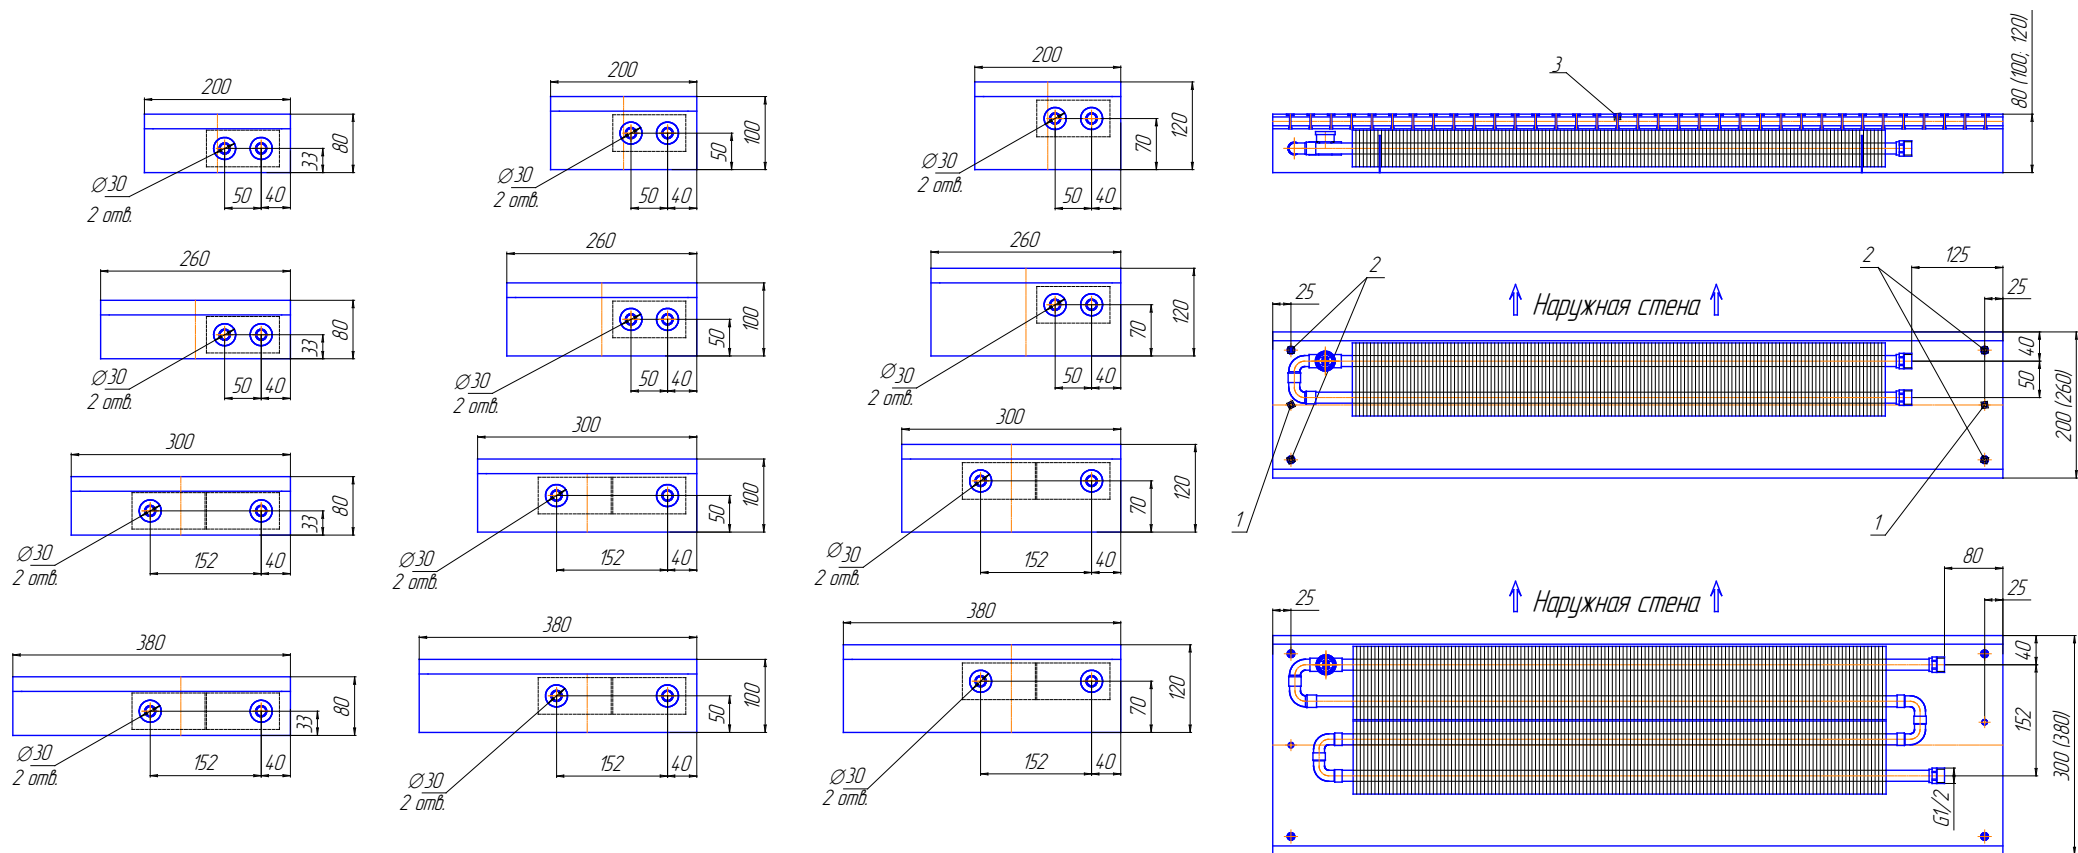
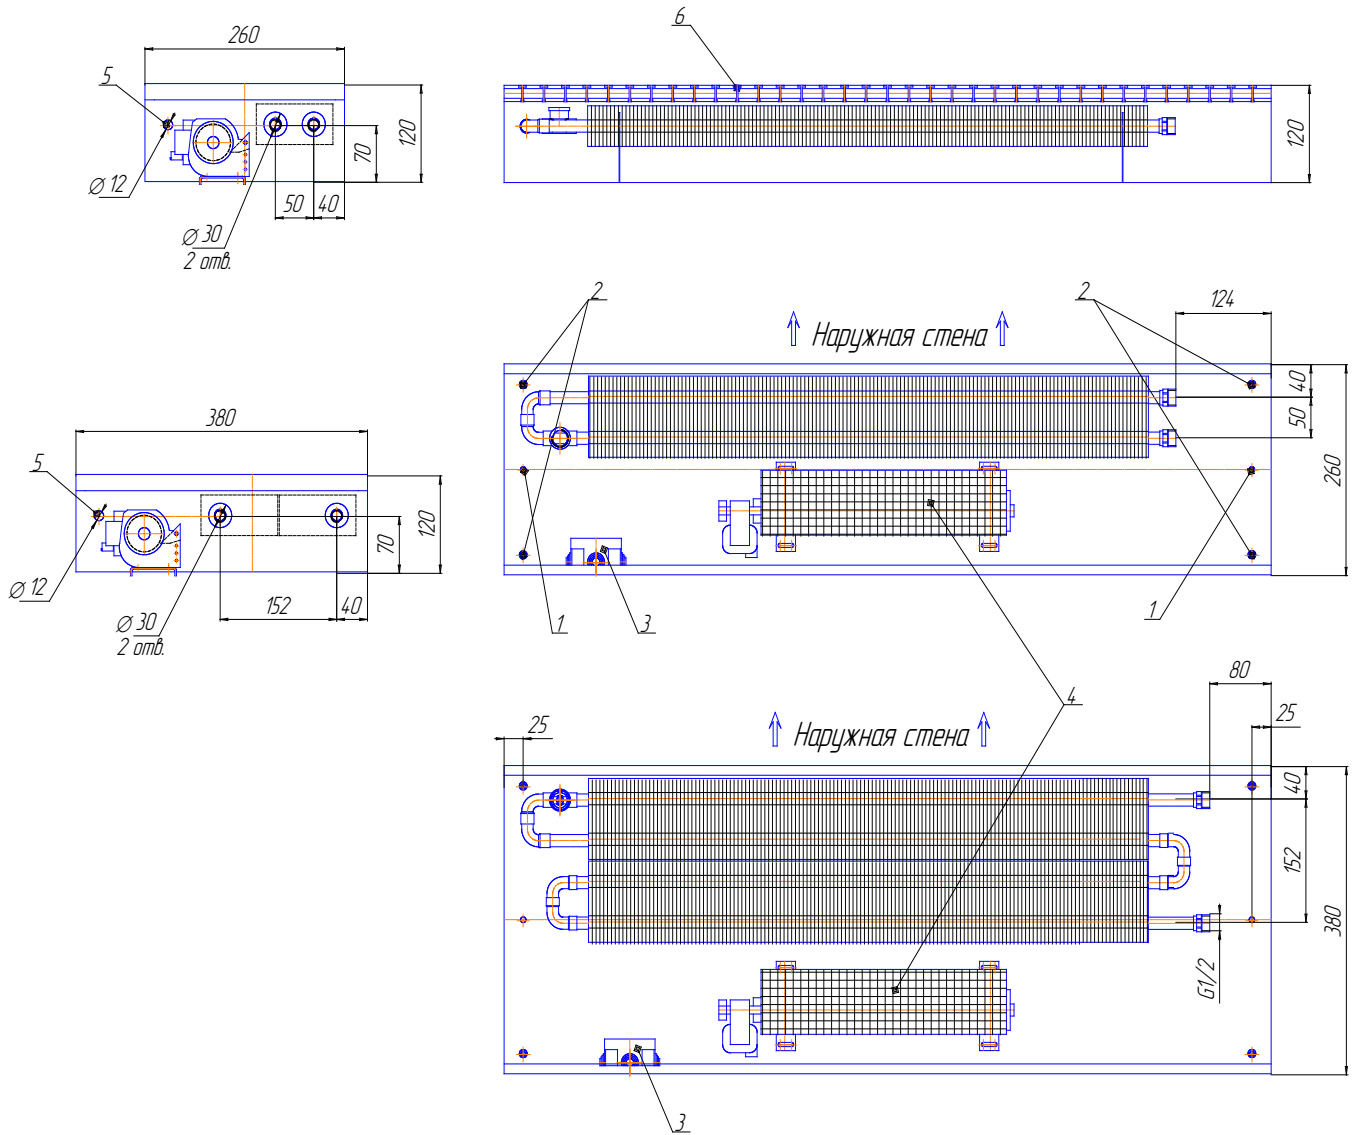

Рис.8 Конвекторы «Бриз» (естественная конвекция).
Рис.9 Конвекторы «Бриз В» высотой 120мм
4. Выровнять корпус конвектора, используя уровень и регулирующие винты (поз.2, рис.8, 9, 10), располагающиеся в углах корпуса конвектора таким образом, чтобы верхняя часть конвектора находилась на уровне «чистого пола» с допуском ± 1 мм. (При длине прибора более 2м вводятся дополнительные регулировочные и крепежные отверстия).
5. Выровненный конвектор крепиться к полу с помощью крепежного набора. Крепежные отверстия находятся на дне корпуса (поз.1, рис. 8, 9, 10).
При проведении отделочных работ декоративную воздуховыпускную решетку (поз.3 рис.8, поз.6 рис.9, 10) снять, конвектор закрыть сверху защитной крышкой, чтобы не допустить попадания строительного мусора внутрь конвектора.